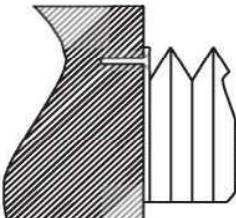

рис. 3
- мех крепится к фланцу полускладкой (рис. 3). В этом случае фланец мехов с внешней стороны свободен для доступа. Болт протягивается через отверстие во фланце меха и винчается в резьбу стени станка.